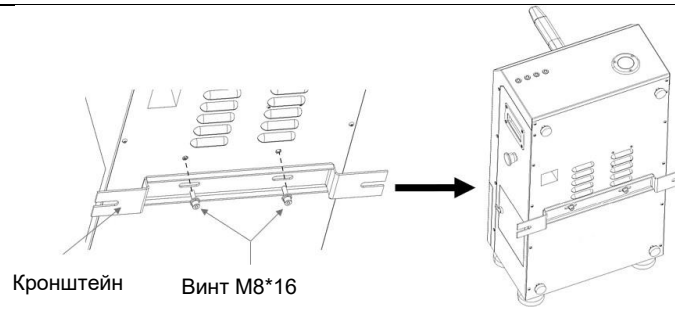

РИС. 6
3. Закрепите кронштейн на устройстве, как показано на РИС. 6